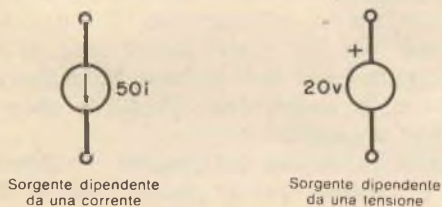
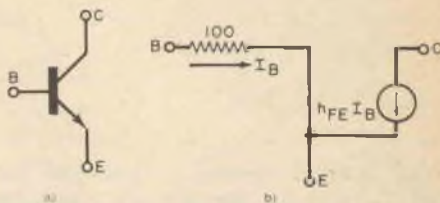

Fig. 21
Fig. 22
te il cui valore non è specificato, ma dipende da una corrente (o tensione) nel circuito (fig. 21). Il transistor a giunzione bipolare (BJT) della fig. 22-a può essere rappresentato, in certe condizioni di funzionamento, dal semplice modello della fig. 22-b. Si noti che il valore della sorgente dipendente di corrente,  $h_{FE}I_B$ , dipende dal valore della corrente di base,  $I_B$ .
**Esempio 20** - Se, nella fig. 22-b,  $h_{FE} = 50$ ,  $I_B = 1$  mA ed un resistore da 1.000  $\Omega$  è collegato tra i terminali C e E, trovare la